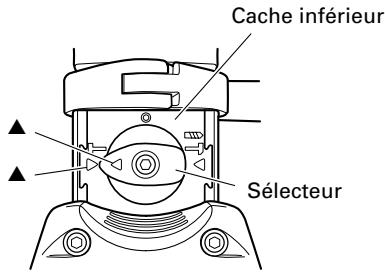

Fig. 7
- Aligner ▲ du sélecteur sur ▲ sur le côté T du dessous, comme indiqué à la Fig. 7.